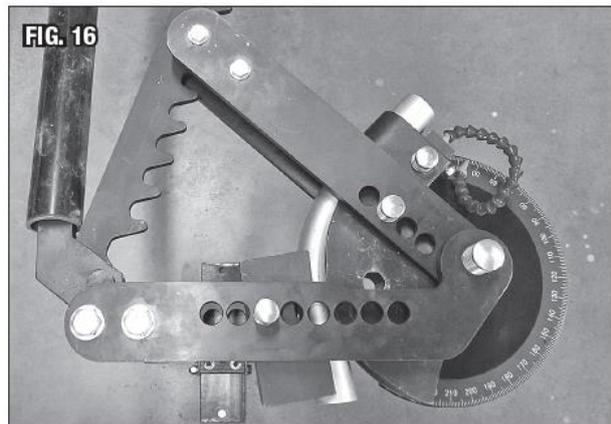

Рис. 16
9. Как только вся полезная длина трещотки будет достигнута, и диапазон гибки закончится, направляющий штифт (M) $\text{Ø}7/8\text{''} \times 5-3/8\text{''}$ [$\text{Ø}22 \times 136\text{ мм}$] должен быть вытаснен и перемещен в приводном звене и далее по направлению к центру формы (Рис.16).